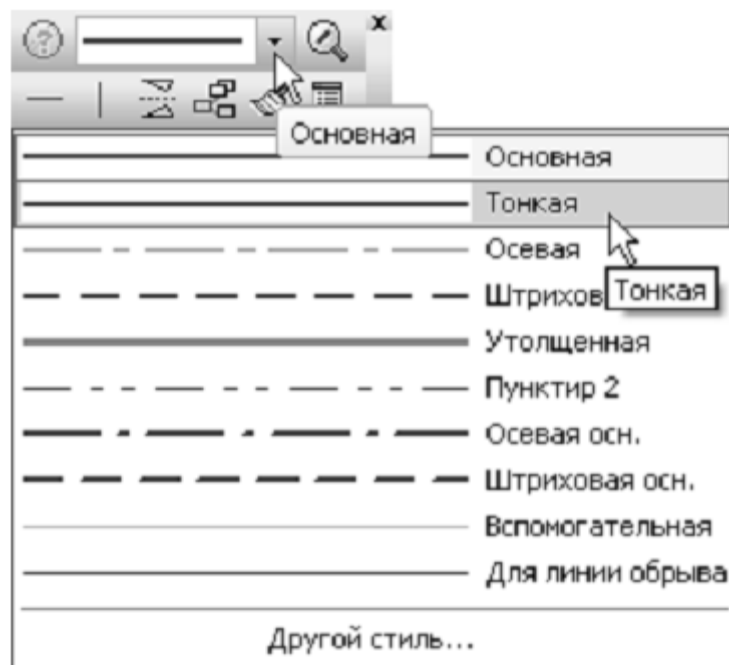

Рисунок 7.
12. В появившейся Контекстной панели откройте список стилей линий и укажите нужный стиль (рис. 7).